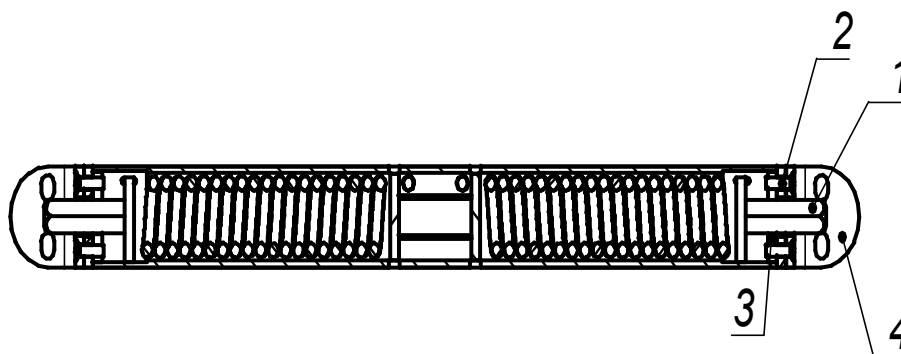

Рис.4
- а) удерживая ключом шестигранник (рис. 4 поз.1) вывернуть винты (рис. 4 поз.2).
- б) повернуть шестигранник в сторону увеличения усилия до совмещения следующего отверстия в шайбе (рис. 4 поз. 3) и кронштейне (рис. 4 поз. 4)
- в) завернуть винты (рис. 4 поз. 2) до упора, затем ослабить на $1\frac{1}{6}$ оборота.